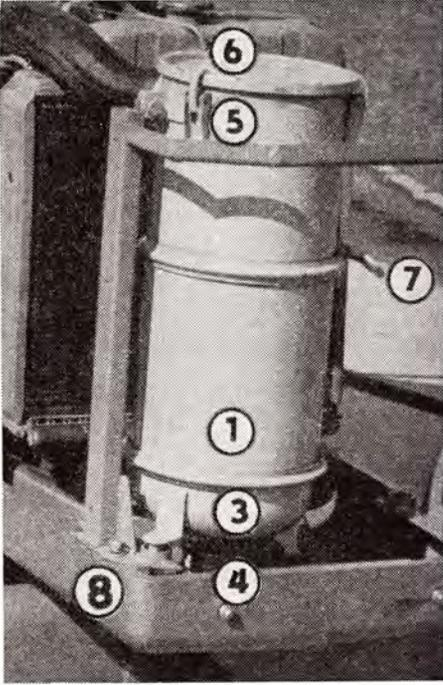

Abb. 14
Der Luftfilter ist ein Zweistufen-Filter. Die erste Stufe bildet ein Zyklon-Vorfilter (Abb. 14/1), die zweite Stufe eine Filterpapiereinlage. Der Luftfilter hat einen Wirkungsgrad von 99,6%. Die schwereren Staubkörnchen setzen sich im Luftbehälter vor dem Vor-
filter (Abb. 14/3) ab. Diese werden dann durch die untere Öffnung (Abb. 14/4) ausgeschüttet.
2. Drei Schnellverschlüsse (Abb. 14/5) sind zu lösen, wodurch der Filterdeckel (Abb. 14/6) gelockert wird und dieser ist dann abzunehmen.
1. Die Schraube der oberen Klemmuffe (Abb. 14/7) ist auszuschrauben und der Mantel der Filtereinlage ist abzunehmen.
2. Die Schraube der unteren Klemmuffe ist auszuschrauben und der Mantel des Vorfilters (Abb. 14/1) ist vom Staubbehälter abzunehmen.